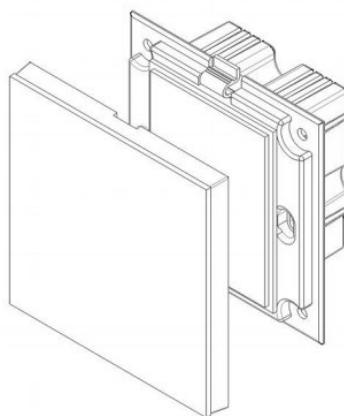

Рисунок 13 – установочные размеры
6.1.2 Подсоедините провод в соответствии с электрической схемой (см. рис 14), затем с помощью винтов установите основной станок на стену или нижнюю панель, закройте крышку обратно на поверхность и завершите установку (см. рис. 13).